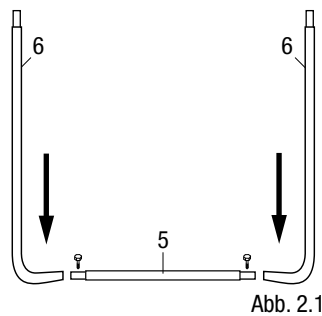

Abb. 2.1
Stecken Sie alle Standbeine (6) mit den Fußteilen (5) zusammen. Achten Sie darauf, dass der Sicherheitsaufkleber, der auf einem der Standbeine klebt, später nach außen zeigt (Abb. 2.1). Stecken Sie auf jeder Seite eine Schraube aus dem Schraubenset als Sicherung durch die Teile (6) und (5). Sichern Sie diese mit den Muttern.